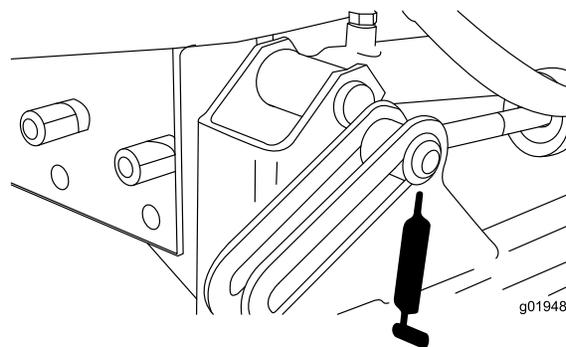
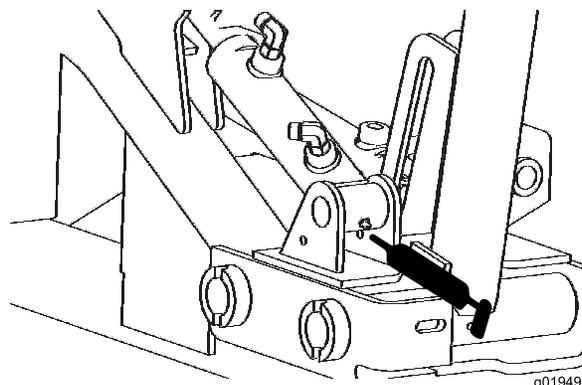

図 43
図 44
- ・ 前昇降シリンダ (3ヶ所) (図 43 と 図 44)。